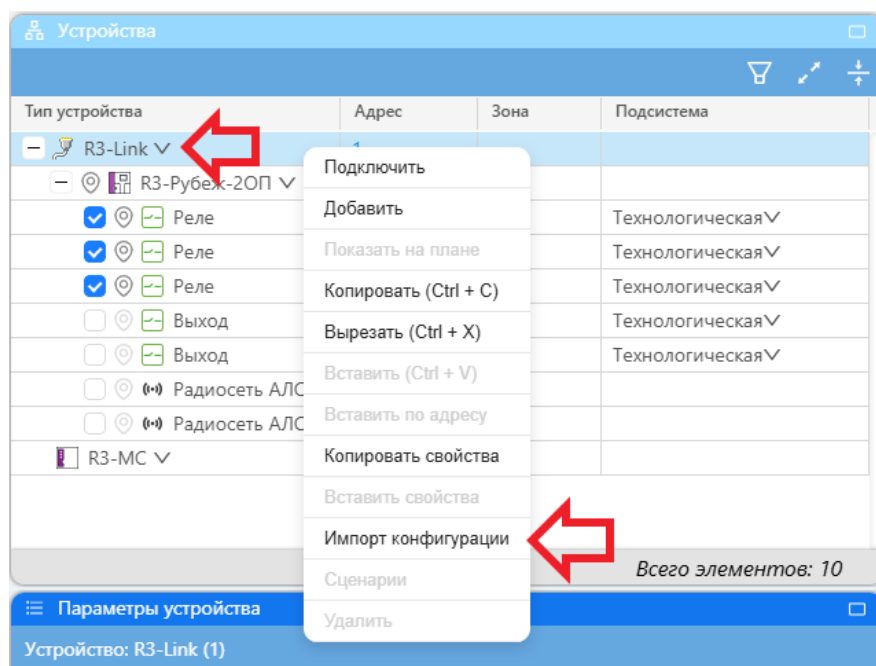

Рисунок 8.171 – Контекстное меню сети R3-Link
- в) нажать ПКМ на подключенную сеть и в открывшемся контекстном меню выбрать «**Импорт конфигурации**» в соответствии с рисунком Рисунок 8.171;